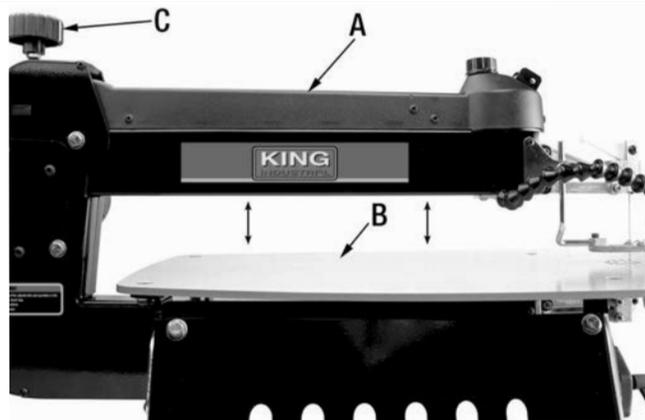

FIGURE 14
- 3) Avant d'installer une nouvelle lame ou une autre lame, assurez-vous que le bras supérieur (A) Fig.14 est à peu près parallèle à la table (B) en tournant bouton d'ajustement du bras/tension de la lame (C) pour lever le bras vers le haut ou vers le bas selon les besoins.
- 3) Si la lame est pas correctement tensionnée, elle peut être ajustée en tournant le bouton d'ajustement du bras (C) Fig.14 pour lever le bras vers le haut ou abaisser vers le bas selon les besoins.